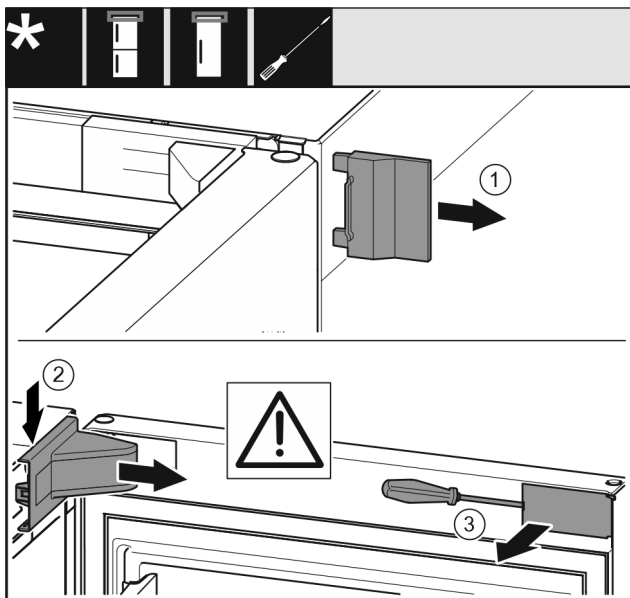

Fig. 8
▶ Зніміть зовнішню кришку. Fig. 8 (1)
▶ Звільніть і ослабте кришку опорного кронштейна. Зніміть кришку опорного кронштейна. Fig. 8 (2)
▶ За допомогою шліцевої викрутки звільніть від фіксатора та поверніть убік накладку. Fig. 8 (3)